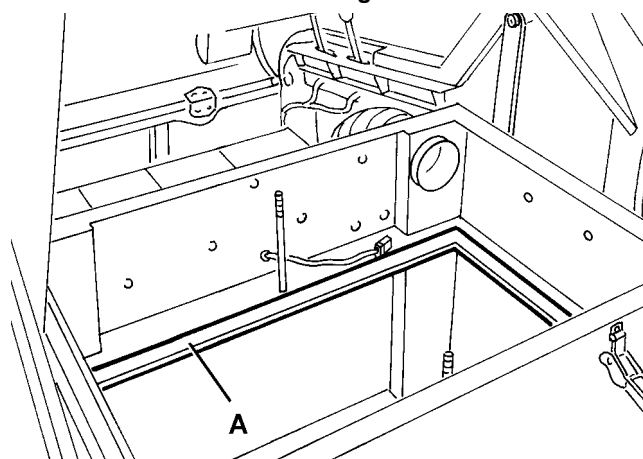

Abbildung 15
10. Wenn nötig, die Gummidichtung (A, Abb. 15) im Filtergehäuse reinigen, dann prüfen, dass sie unversehrt ist. Andernfalls ist sie zu ersetzen.